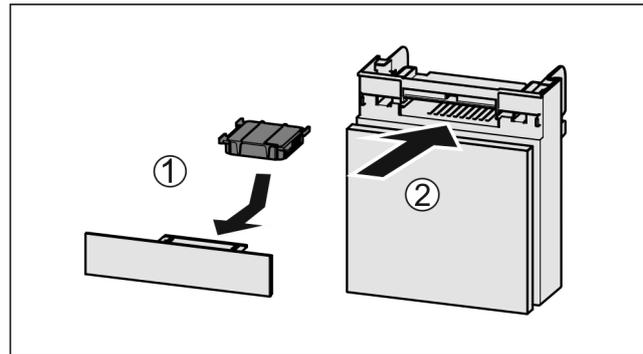

Fig. 148
- ▶ Aktivkohlefilter nach Abbildung einsetzen Fig. 148 (1).
- ▶ Fach einschieben Fig. 148 (2).